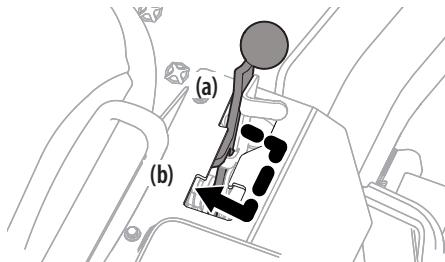

Figure 19
- Pour actionner le frein de stationnement, placez les pédales de déplacement à la position neutre, tirez le levier du frein de stationnement vers la droite de la position arrêt (« off ») (a) et tirez le levier vers l'arrière jusqu'à ce qu'il s'enclenche à la position de marche (« on ») (b). Voir Figure 19.